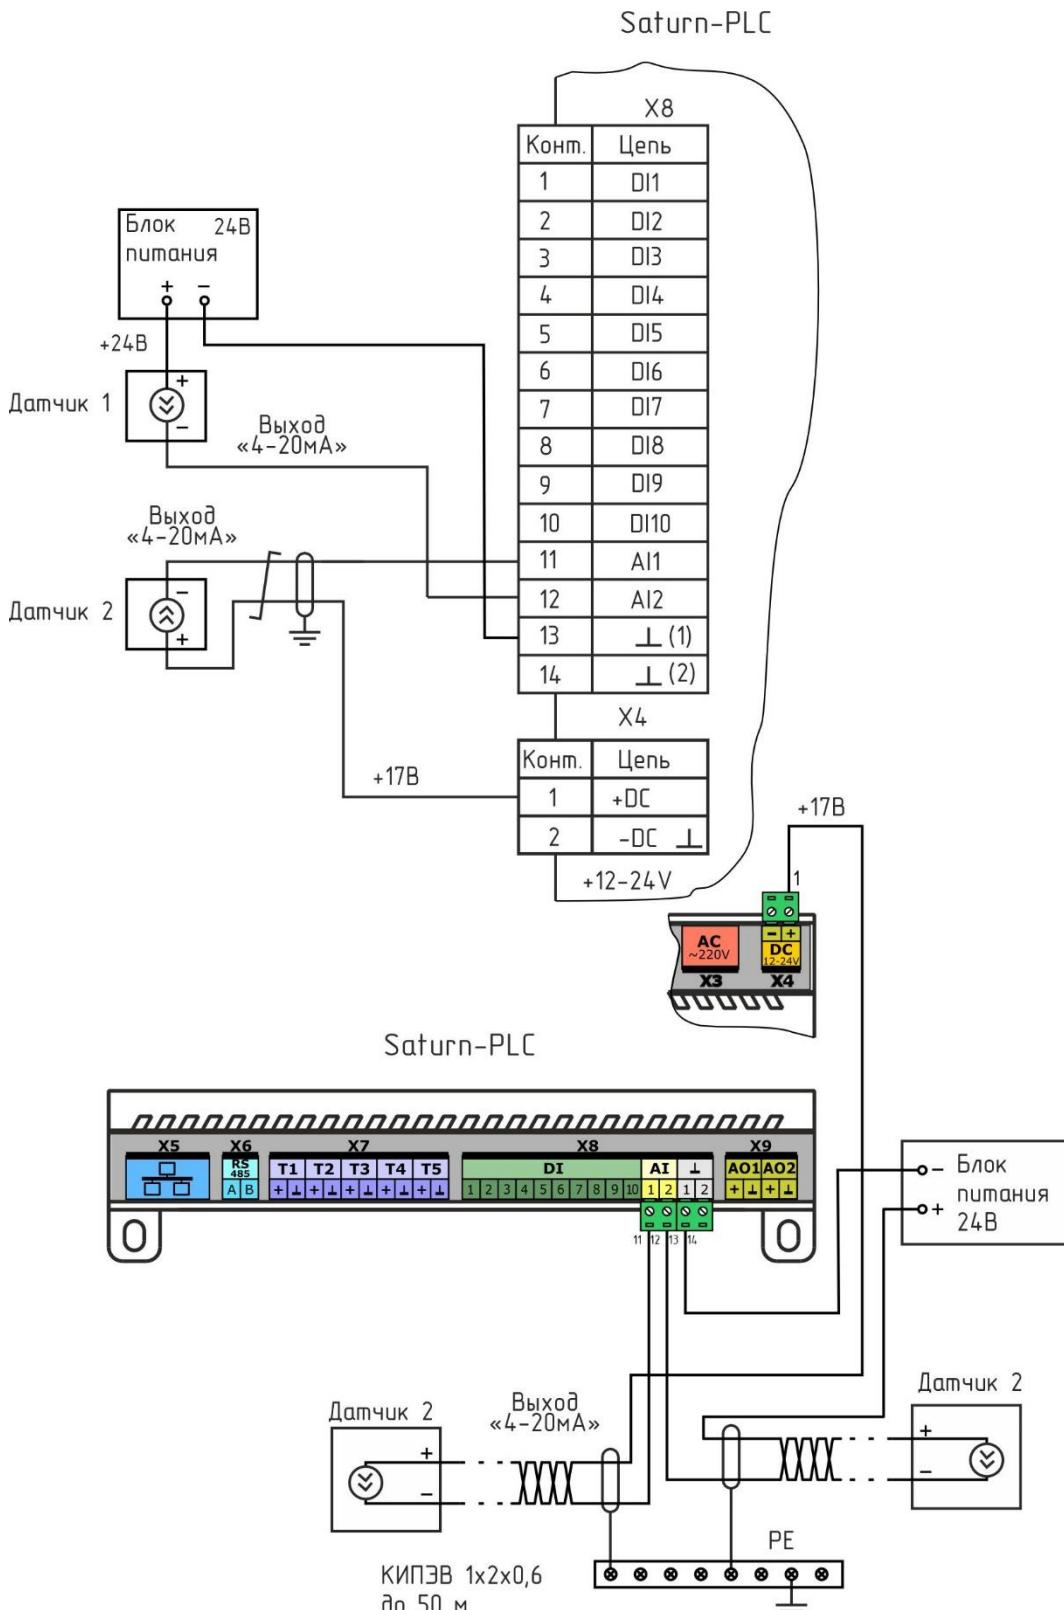

Рисунок 6 – Подключение датчиков с выходом (4-20) мА ко входам AI1-AI2
11. Контроллер позволяет подключать до 2 шт. датчиков с токовым выходом, формирующим постоянный ток в диапазоне (0-20) мА или (4 -20) мА, например, датчики давления или температуры. Датчики «0-20 мА» подключаются к ответной части клеммного соединителя разъема X8 «под винт» (рисунок 6).